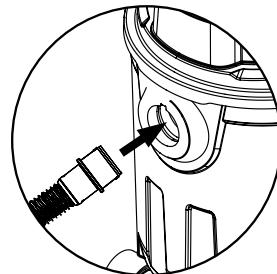

Fig. 4 – Conexão da mangueira
- Encaixe o conector da mangueira no bocal da conexão, gire no sentido horário para travar (Fig. 4).